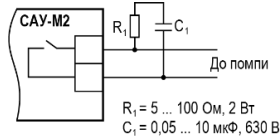

Рисунок 5.2 – Шунтування контактів реле при роботі з індуктивними навантаженнями
- для збільшення строку служби реле, контакти (особливо при комутації індуктивного навантаження) рекомендується шунтувати іскрогасними RC-колами (див. рисунок 5.2).